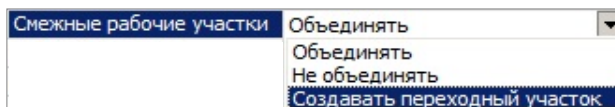

Рис. 12.51
- **Смежные рабочие участки** – настройка применяется при перекрытии концевых участков (как вариант перекрытия рассматривается и стыковка 2-х участков ограждения с разными уровнями удерживающей способности) (рис. 12.51).